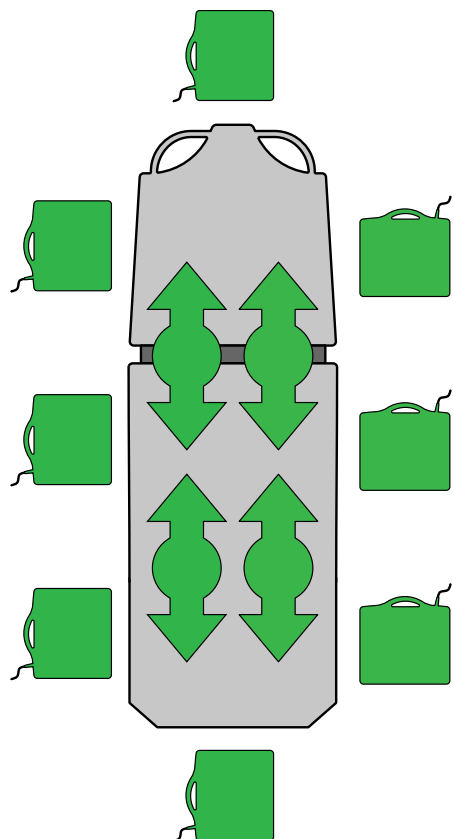

图 21 – 插入或移除 X 射线暗盒
1. 使用位于担架所有侧面上的位置指示标签将患者置于担架中间（图 21）。